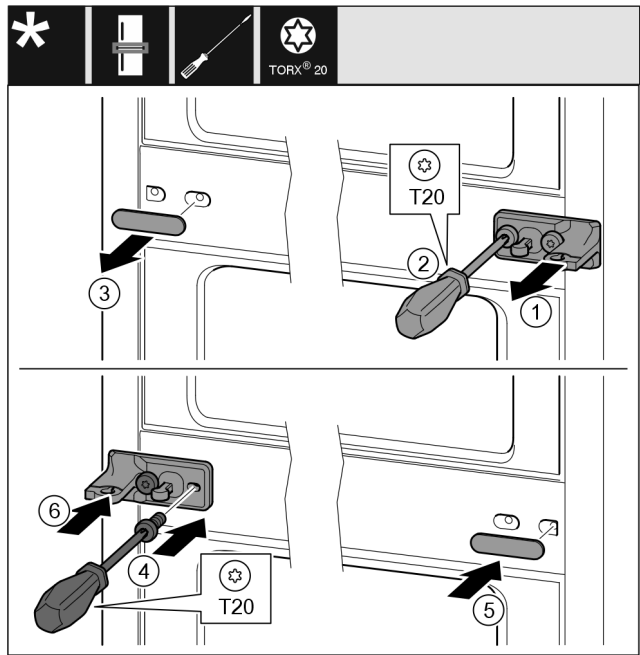

Fig. 11
- Irrota aluslevy vetämällä. Fig. 11 (1)
- Kierrä ruuvit irti T20-ruuvimeisselillä. Fig. 11 (2)
- Vedä suojus varovasti irti. Fig. 11 (3)
- Ruuvaa laakeripukki ja kalvo 180° käännettynä kiinni toiselle puolelle. Fig. 11 (4)
- Kiinnitä suojus 180° käännettynä toiselle puolelle. Fig. 11 (5)
- Työnnä aluslevy paikoilleen edestä käsin. Fig. 11 (6)